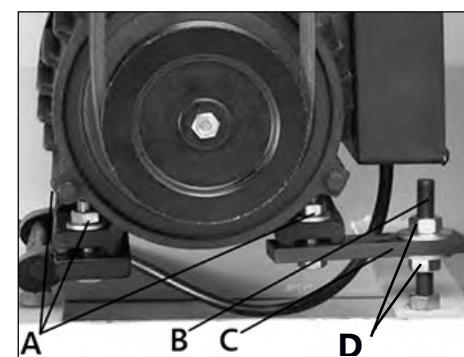

Рисунок 24.
Для замены, отключите станок от сети. Откройте дверцу С (рис. 18), ослабьте крепеж В на пластине натяжения С, которая крепит электродвигатель к кронштейну (рис. 24).
- Чтобы настроить натяжение ремня, гайки D (рис. 24), чтобы передвигать основание электродвигателя вверх или вниз до тех пора не получите отклонение в 12 мм, как написано в предыдущем пункте.
Ослабьте крепеж А, который крепит электродвигатель к кронштейну (рис. 24). Передвигайте электродвигатель горизонтально пока шкив ножевого вала не выровняется со шкивом электродвигателя.